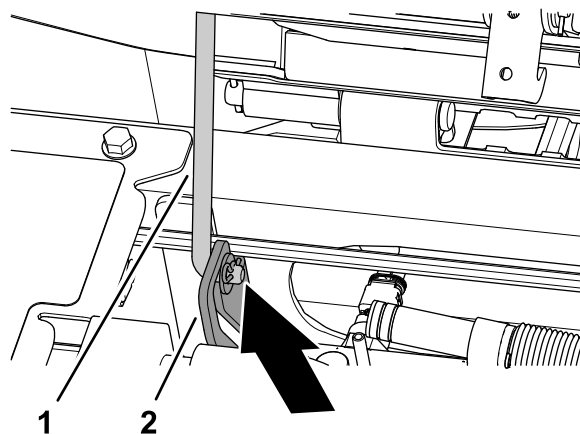

図 98
3. 支え棒をロッドガイドプレートのスロットの固定穴に確実に嵌める 図 98。